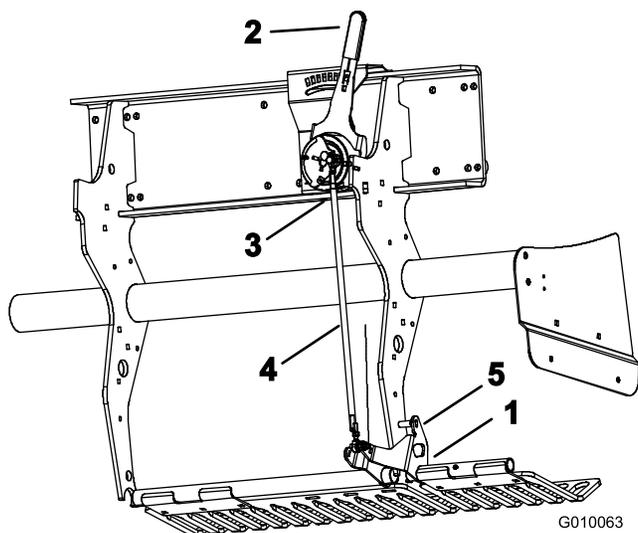

Figura 58
1. Gire el soporte de montaje izquierdo del protector de césped (Figura 58) hacia arriba hasta que pueda introducir un pasador (broca o tornillo de caperuza de 5/16) entre el soporte y el tubo de ajuste de profundidad soldado al bastidor.
2. Mueva la palanca de seguimiento del terreno (Figura 58) al ajuste H (mayor profundidad).
3. Desconecte el interruptor de bola externo (Figura 58) del arnés de cables (interruptor de cabezal bajado).
4. Afloje las contratuercas (izquierda y derecha) del tirante de ajuste de profundidad (Figura 58).